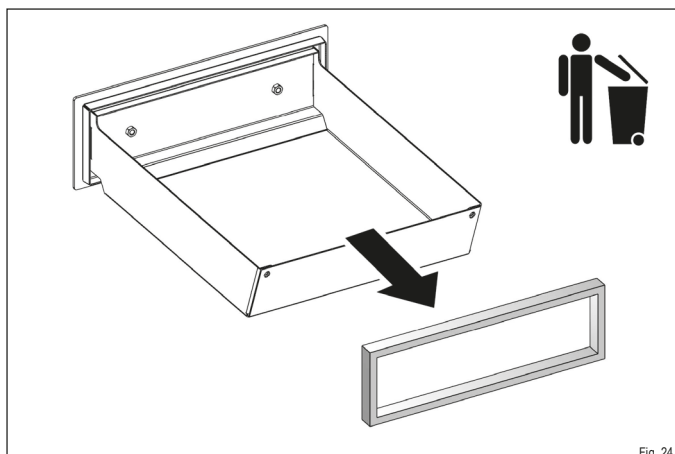

Fig. 24
- ▶ Retirez l'ancien joint du guide et jetez-le à la poubelle (Fig. 24).